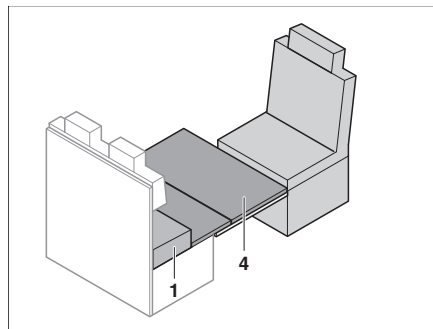

Fig. 163 Placer le support pour lit de secours
- Placer le support pour lit de secours (Fig. 163,4) sur la table. Ce faisant, placer le bord avant du support pour lit de secours directement contre le siège conducteur.